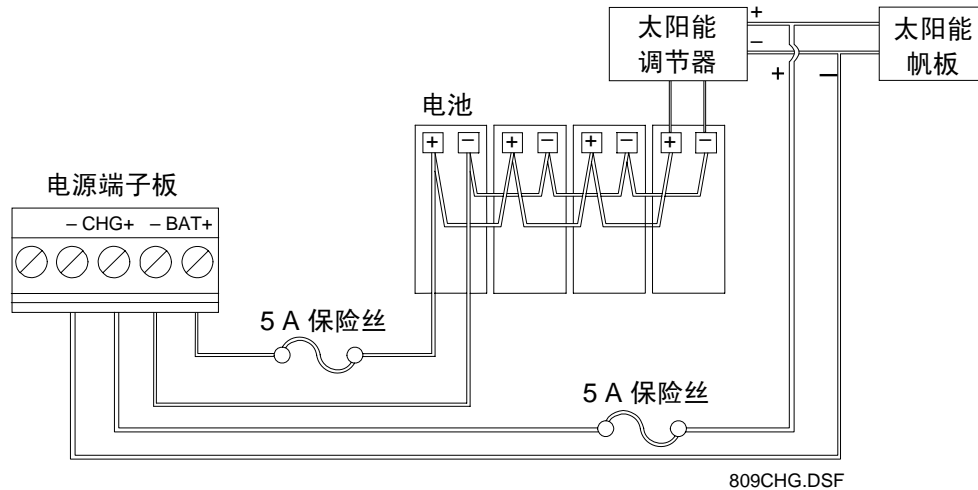

图3-6. 12 V dc 电源和 CHG+ 和 CHG- 接线
9. 如果您正在监控外部充电电压（仅限 12 V dc 电源输入模块），则将 CHG+ 和 CHG- 端子排连接器连接。请参见图 3-6。
将电池并联以达到所需的容量（请参见图 3-6）。特定安装所需的电池容量取决于设备的电源要求和希望的储备天数（自主决定）。根据 ROC827 和由电池供电的所有设备的功耗计算电池要求。